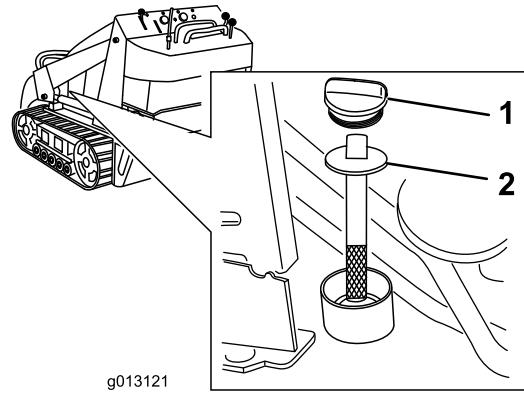

Рисунок 55
5. Снимите крышку бака с гидравлической жидкостью и извлеките мерный шуп (Рисунок 55).